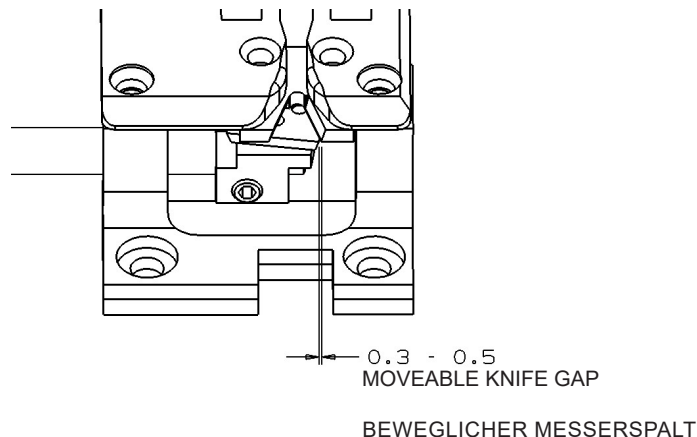

FIG. 1
Remove left end cover. Mount the electronic proximity switch (A) as shown in Fig. 1.
The feeler (C, D, Fig. 1) should not have any lateral play but should turn readily. For this, adjust the centering shaft (E, Fig. 2) with centering screw (F) and lock nut (G) accordingly.
Hang in tension spring (J, Fig. 1).
The feeler should be set at .236" (6.0 mm) (Fig. 1) between upper throat plate surface and upper edge of feeler at the bag entrance zone.
For adjustment loosen nut (K, Fig. 1) and turn-off screw (L), so that the head of screw does not contact the magnet in the magnet support stud. Loosen nut (M) and turn the feeler stop screw (N) in or out, as required, to adjust the correct feeler height.
NOTE: When the presser foot rests on the throat plate (feed dog below throat plate), the clearance between upper edge of feeler and lower edge of the feeler slot cut-out in the presser foot (see Fig. 1) should be approximately .040" (1 mm).
Secure the set feeler height with lock nut (M, Fig. 1).
The switching pressure on the feeler is set with screw (L, Fig. 1).
NOTE: The closer the head of screw (L, Fig. 1) to the magnet the higher the switching pressure on the feeler. Secure the position of screw (L) with lock nut (K).
The electrical switching point of the proximity switch (A, Fig. 1) is determined by screw (Q, Fig. 1). The distance between screw head and the face of the proximity switch is approximately 5/64" (2 mm) (see Fig. 1), when the feeler is in home position. This distance 5/64" (2 mm) is not exactly the same for all switches. Connect the machine electrically. With feeler in home position set the proper switching point as follows:
Loosen nut (P, Fig. 1). Turn screw (Q) away from switch, until the switch switches on. Then turn screw (Q) slowly towards the switch, until the switch switches off. Now turn screw (Q) a further ½ turn towards the switch. Secure this position of screw (Q) with lock nut (P).
Der Taster (C, D, Fig. 1) darf kein seitliches Spiel haben, muss sich aber ganz leicht drehen. Stellen Sie dazu die Zentrierachse (E, Fig. 2) mit dem Zentrierstift (F) und der Kontermutter (G) entsprechend ein.
Lösen Sie die Schraube (H, Fig. 2) und vermitteln Sie den Taster (C, D) durch seitliches Verschieben der Zentrierachse (E) im Stichplatten- und Drückerfußschlitz. Der Taster muss sich frei bewegen lassen. Ziehen Sie die Schraube (H) wieder an. Hängen Sie die Zugfeder (J, Fig. 1) ein.
Der Taster soll auf das Maß 6,0 mm (Fig. 1) zwischen Stichplattenoberfläche und Tasteroberkante in der Sackeinlaufzone eingestellt sein.
Zur Einstellung lösen Sie die Mutter (K, Fig. 1) und drehen die Schraube (L) soweit zurück, dass der Schraubenkopf den Magneten im Magnethaltebolzen nicht berühren kann. Lösen Sie die Mutter (M) und drehen Sie die Taster-Anschlagschraube (N) entsprechend ein oder aus bis die richtige Tasterhöhe erreicht ist.
BEACHTEN SIE: Wenn der Drückerfuß auf der Stichplatte aufliegt (Transporteur unter der Stichplatte), soll zwischen Oberkante Taster und Unterkante Tasteraussparung im Drückerfuß (siehe Fig. 1) ein Abstand von etwa 1 mm sein. Sichern Sie die eingestellte Tasterhöhe durch Kontern der Mutter (M, Fig. 1).
Der Schaltdruck am Taster wird mit der Schraube (L, Fig. 1) eingestellt. Drehen Sie die Schraube (L) langsam gegen den Magneten im Haltebolzen, bis der Schraubenkopf gerade am Magneten anliegt. Dann drehen Sie die Schraube ¼ Umdrehung zurück, so dass der Taster leichtgängig bleibt und der Schraubenkopf im Einflußbereich des Magneten liegt.
BEACHTEN SIE: Je näher der Schraubenkopf der Schraube (L, Fig. 1) am Magneten ist, um so höher ist der Schaltdruck am Taster. Sichern Sie die Stellung der Schraube (L) durch Kontern der Mutter (K).
Mit der Schraube (Q, Fig. 1) wird der elektrische Schaltpunkt des Annäherungsschalters (A, Fig. 1) bestimmt. Der Abstand zwischen Schraubenkopf und Stirnfläche des Näherungsschalters beträgt in Ruhestellung des Tasters etwa 2 mm (siehe Fig. 1). Dieser Abstand von 2 mm ist nicht bei allen Schaltern genau gleich. Schließen Sie die Maschine elektrisch an. Der genaue Schaltpunkt wird in Ruhestellung des Tasters wie folgt eingestellt: Lösen Sie die Mutter (P, Fig. 1). Drehen Sie die Schrauben (Q) vom Schalter weg bis der Schalter einschaltet. Dann drehen Sie die Schraube (Q) langsam zum Schalter hin bis der Schalter ausschaltet. Drehen Sie dann die Schraube (Q) noch ½ Drehung weiter zum Schalter hin. Sichern Sie die Stellung der Schraube (Q) durch Kontern der Mutter (P).
When the air cylinder for the chain cutter (R, Fig. 1) is not activated and the chain cutter (R) is in its home position below the throat plate, the knife tips of the chain cutter (R) should be positioned .020" (0.5 mm) below the throat plate top surface. To obtain this setting, adjust the knife drive lever (S, Fig. 2) and secure this position by tightening the two screws (T, Fig. 2).
In cutting position, above the throat plate, the cutting edges of the chain cutter (R, Fig. 1) should overlap by .012" (0.3 mm) when nut (U, Fig. 2) on the piston rod of the air cylinder butts on the hexagon head stop screw (V).
Wenn der Luftzylinder für die Kettenschere (R, Fig. 1) nicht aktiviert ist und die Kettenschere (R) in ihrer Ausgangslage unter der Stichplatte ist, sollen die obersten Messerkanten der Kettenschere (R) etwa 0,5 mm unter der Stichplattenoberfläche stehen. Stellen Sie dazu den Messerantriebshebel (S, Fig. 2) entsprechend ein und sichern Sie die Stellung durch Festziehen der zwei Schrauben (T, Fig. 2).
In Schneidstellung über der Stichplatte sollen sich die Messerschneiden der Kettenschere (R, Fig. 1) etwa 0,3 mm überlappen, wenn die Mutter (U, Fig. 2) auf der Kolbenstange des Luftzylinders an der Sechskant-Anschlagschraube (V) anschlägt.